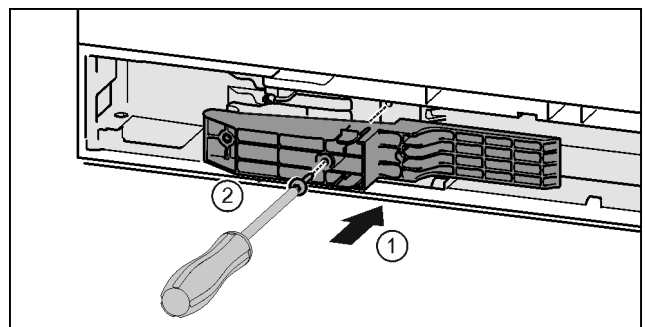

Fig. 45 \*
- ▶ 将把手侧的适配件插入凹槽。 Fig. 45 (1)\*
- ▶ 用 T15 螺丝刀拧紧螺钉。 Fig. 45 (2)\*